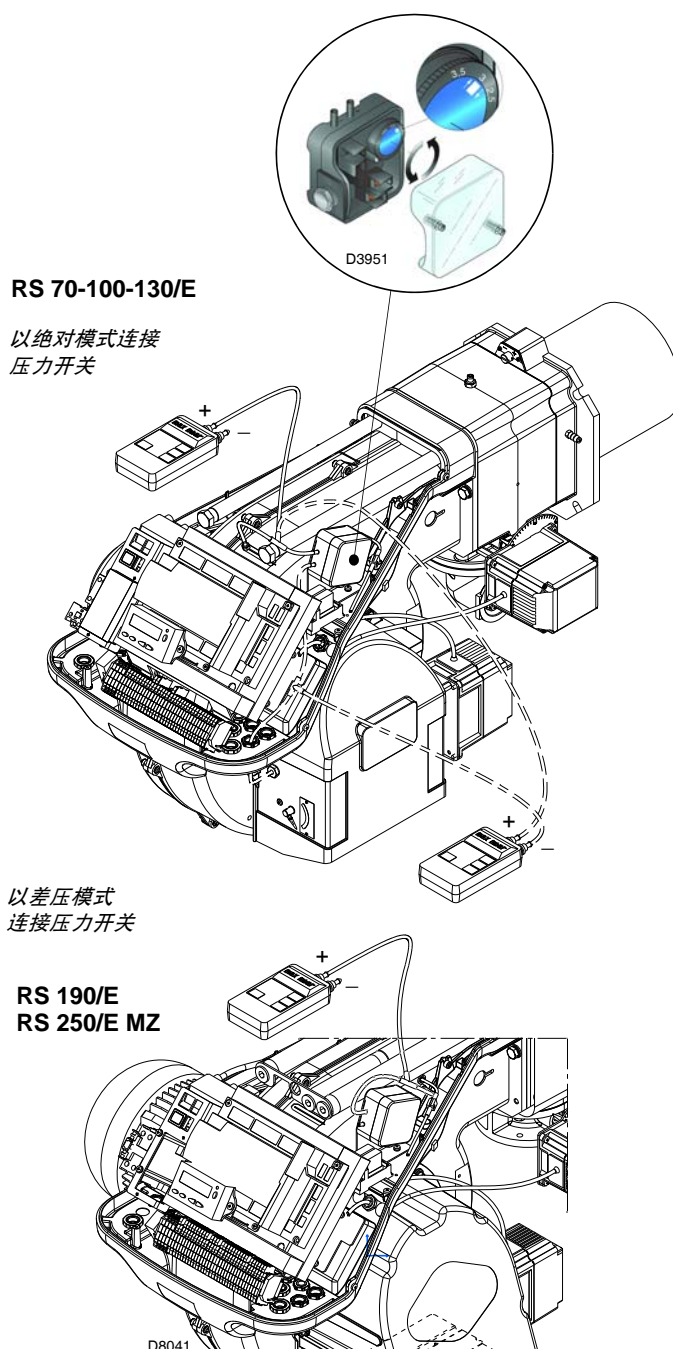

图 31
- 调节风压开关（第 35 页图 31）到量程的起始位置。
在进行上述燃烧器各部分调节时，风压开关置于量程开始位置如图 31，上述所有调整结束后，方可调节风压开关。
压力计的连接如图 31 所示。
在此情况下，压力计必须以差压模式连接，如图 31 所示。